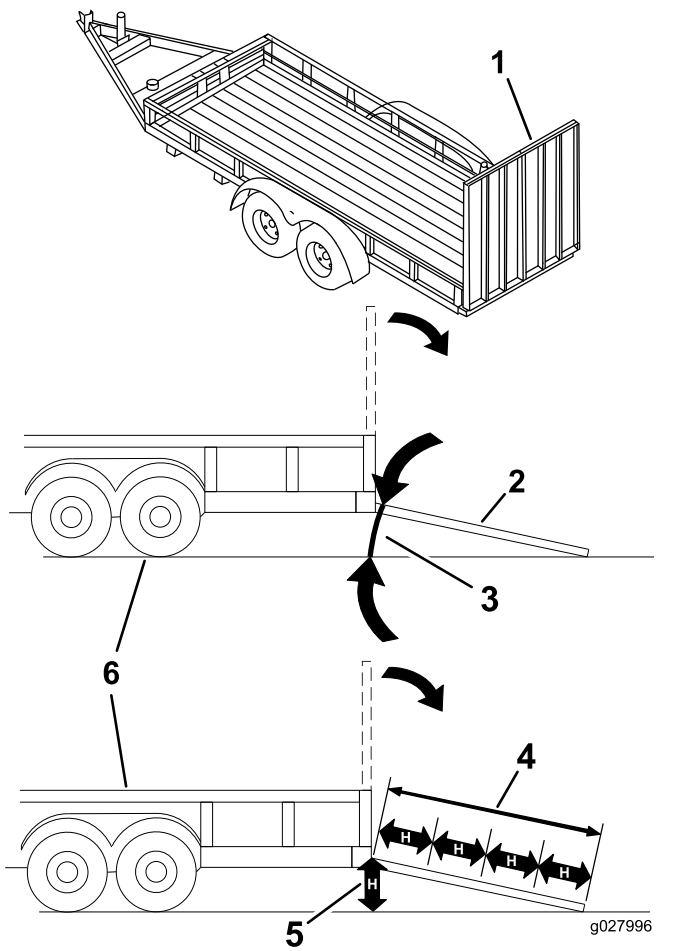

Figure 30
Le chargement de la machine sur une remorque ou un camion augmente le risque de basculement et donc de blessures graves ou mortelles (Figure 30).
3. Abaissez la rampe (Figure 30).